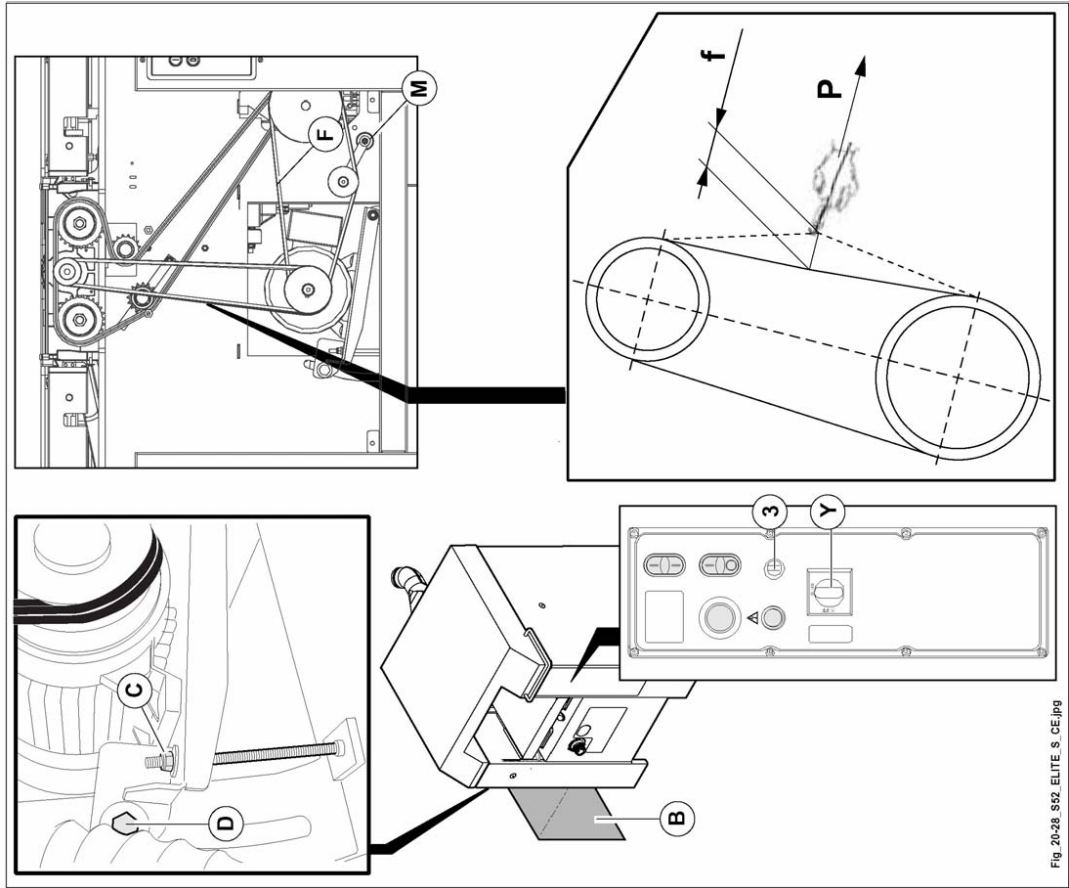

Abb. 20.28
die richtige Spannung der Riemen (F Abb. 20.28) wird durch die Feder (M Abb. 20.28) gewährleistet und bedarf keiner Einstellung.
hauptschalter (Y Abb. 20.28) auf I (ON) gedreht ist.
Lösen Sie die Motorbremse, indem Sie den Wählschalter (3, Abb. 20.28) auf  drehen; Motorbremse gelöst: Meldeleuchte angezündet.
- 1) Hintertür abnehmen (B Abb. 20.28);
- 2) Die Schraube (D Abb. 20.28) lösen.
- 3) Die Mutter (C Abb. 20.28) zum Spannen des Riemens festziehen.
- 4) Nach beendeter Einstellung die Schraube (D Abb. 20.28) festziehen.
- 5) Hintertür anbringen (B Abb. 20.28).
die Motorbremse feststellen, indem man den Wählschalter (3 Abb. 20.28) auf  dreht; Motorbremse blockiert: Meldeleuchte verflöscht.